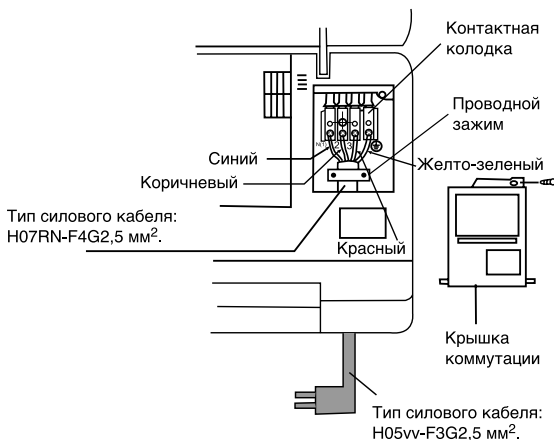

Рис. 4
2. Снимите крышку коммутации (рис. 4).
4. Подключите синий провод кабеля питания к клемме "N(1)", коричневый - к клемме "2", красный - к клемме "3" и желто-зеленый (провод заземления) - к клемме \perp , как показано на рис. 4.
5. Для устройств с тепловым насосом подключите провод управления (4 x 0,75) к внутреннему блоку с помощью кабельного разъема, показанного на рис. 4, после чего закрепите провод на шасси.